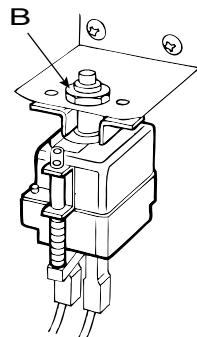

Abb. 8
- Ziehen Sie die Kabel der Thermostate heraus und lösen Sie die Befestigung (**B** - Abb. 8) des Sicherheitsthermostats oder die Schrauben des Thermostates in der Garkammer, das an der Rückseite des Bedienfeldes befestigt ist;